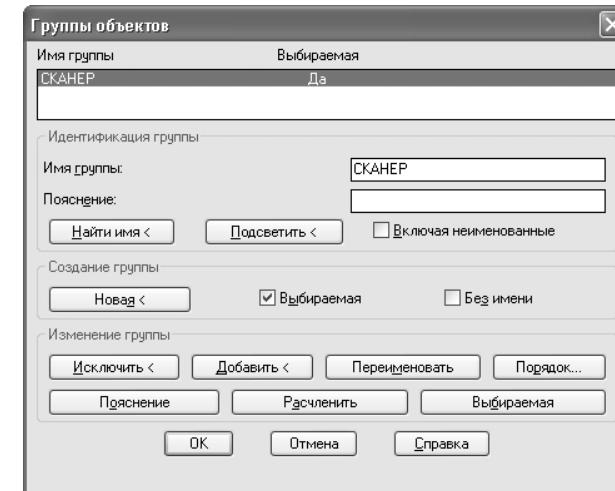

Рис. 7.1 ▼ Если щелкнуть на названии группы в списке **Имя группы** (Group Name), становятся доступными кнопки изменения ее свойств
3. Введите в командном окне команду **Группа** (GROUP) или ее псевдоним **г** (G). На экране появится диалоговое окно **Группы объектов** (Object Grouping).
5. Окно **Группы объектов** (Object Grouping) на время закроется, указатель-перекрестье примет форму отмечающего указателя, а AutoCAD в командном окне предложит выбрать объекты, подлежащие объединению в группу. Охватите рамкой выделения все линии, представляющие на чертеже сканер, а затем нажмите **Enter** для завершения выбора. На экране снова появится диалоговое окно **Группы объектов** (Object Grouping) с именем одной группы **СКАНЕР** (рис. 7.1).